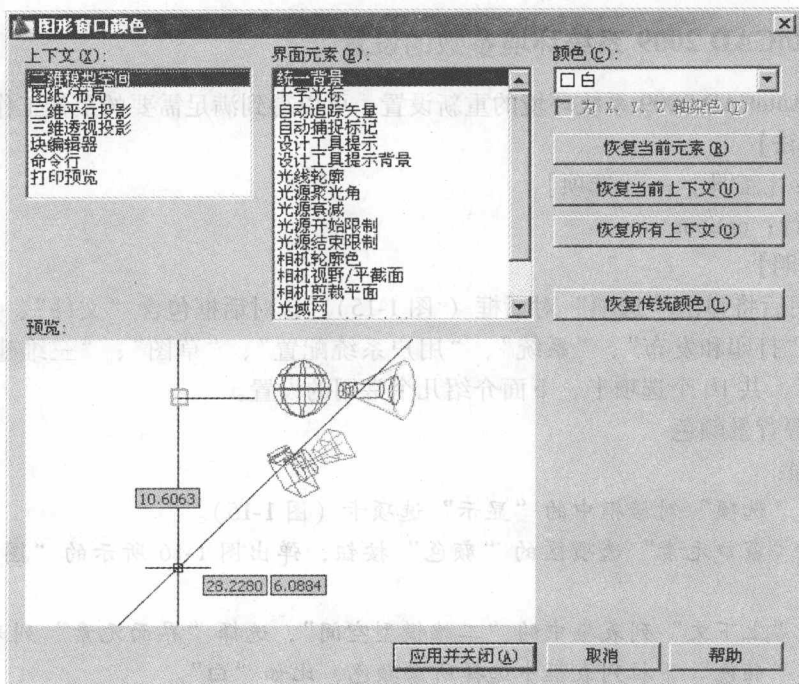

图 1-16 “图形窗口颜色”对话框
- 2) 单击“窗口元素”选项区的“颜色”按钮，弹出图 1-16 所示的“图形窗口颜色”对话框。